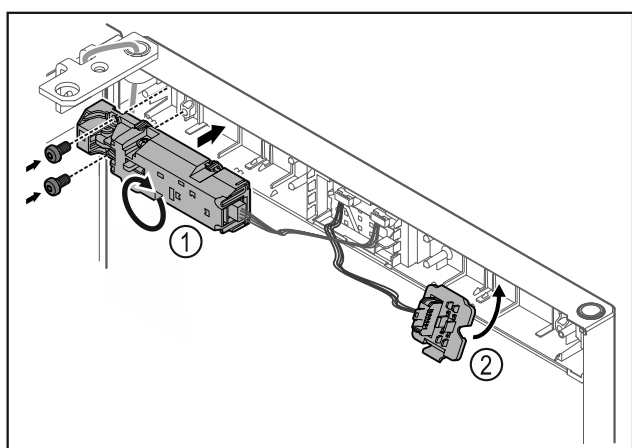

Fig. 24
- Fernschloss Fig. 24 (1) um 180° drehen und auf Gegenseite befestigen.
- Steckerhalterung Fig. 24 (2) auf Gegenseite einrasten.